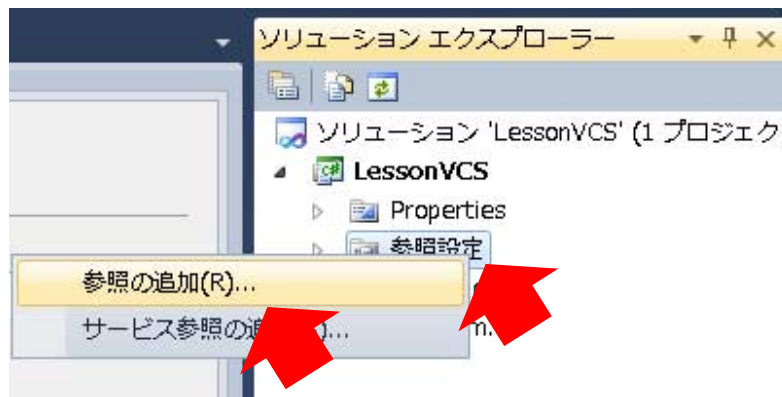

図 7 プロジェクトのプロパティウィンドウを開く(Visual C#)
- ⑤ プロジェクトのプロパティを開きます。
ソリューションエクスプローラのプロジェクトから参照設定を右クリックして[参照の追加(R)]をクリックするか(図 7)、メニューバーから[プロジェクト]>[参照の追加 (R)]をクリックしてください。